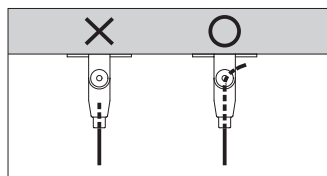

図2
- ・ワイヤーが金具に十分挿入されていることを荷重をかける前に確認してください(図2)。挿入が不十分な場合、落下によるケガや破損の原因となります。